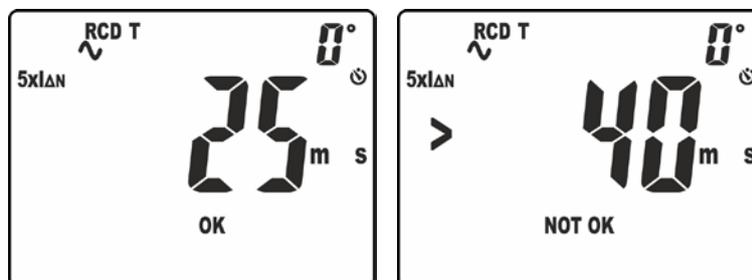

Fig. 36: Tempo de disparo no modo manual a  $5xI_{\Delta n}$
10.O resultado da medição correto é apresentado no display (ver Fig. 36 – parte esquerda) com indicação “OK”
11.O resultado da medição incorreto (**tempo de disparo > 40ms**) é apresentado no display (ver Fig. 36 – parte direita) com indicação “NÃO OK”. Um curto som contínuo é emitido pelo instrumento
10.O resultado da medição correto é apresentado no display (ver Fig. 36 – parte esquerda) com indicação “OK”. Notar a presença do tempo de disparo na parte superior direita do display
11O resultado da medição incorreto é apresentado no display (ver Fig. 36 – parte direita) com indicação “NÃO OK” (**corrente de disparo > 33mA**). Um curto som contínuo é emitido pelo instrumento